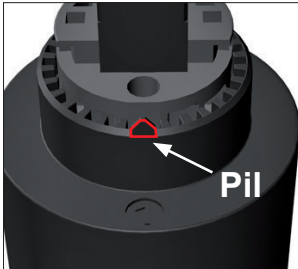

Bild 1. På ovsidan av insatsen sitter pilen som skall peka på önskat läge på varmvattenringen.
7. Roterat ringen motsols så att markering för önskad inställning är direkt ovanför pilen på insatsen (Bild 1). Du kan behöva vrida spaken (Bild 3) så att ringen går att trycka fast i önskat läge.